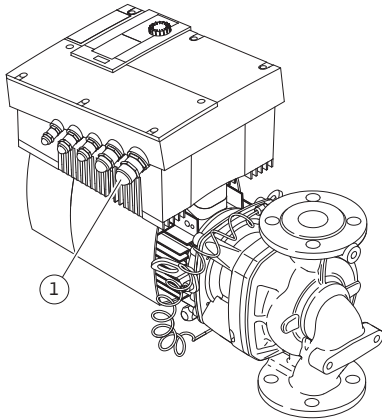

Fig. 28: Pressacavo M25
- Il cavo di collegamento alla rete deve essere posato nel pressacavo M25 (fig. 28, pos. 1).